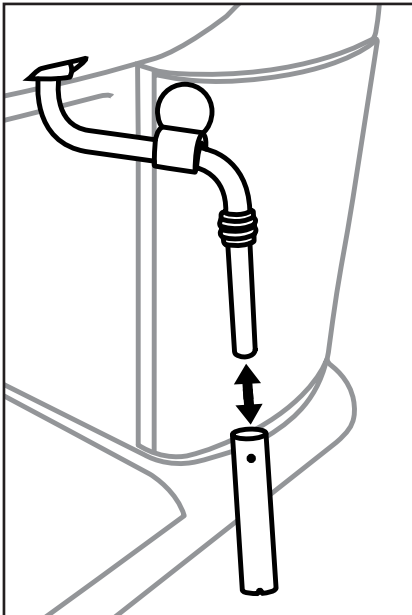

Abbildung 1
- 5) Ziehen Sie die Hülle des Milchaufschäumers **10** ab (Abbildung 1) und reinigen Sie diese sorgfältig im warmen Wasser.
- 7) Schieben Sie die Hülle wieder auf die Düse (Abbildung 1).